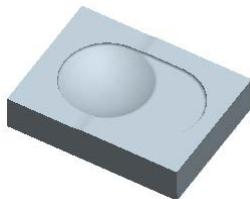
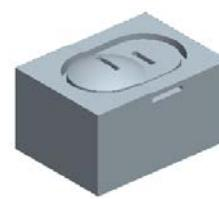

图 13.15 着色后的上半部分体积块
图 13.16 着色后的下半部分体积块
Step3. 在“体积块分割”操控板中单击 **体积块** 按钮，在“体积块”界面中单击 1 体积块_1 区域，如图 13.15 所示，然后在选中的区域中将名称改为 upper_vol；在“体积块”界面中单击 2 体积块_2 区域，如图 13.16 所示，然后在选中的区域中将名称改为 lower_vol。